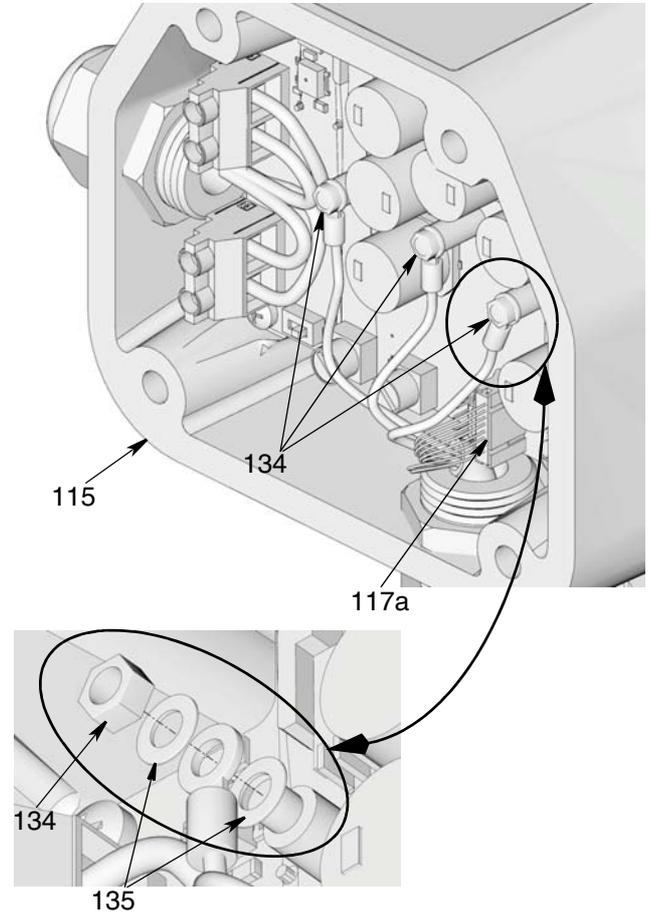

Рис. 69
- Подсоедините кабель датчика (117a) (Рис. 69).